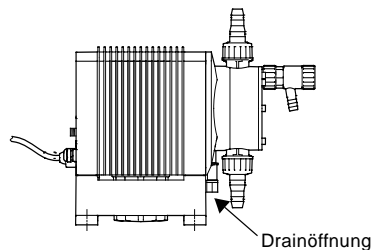

Abb. 1
- Es ist sicherzustellen, daß das Drainloch im Dosierkopf nach unten zeigt, siehe Abb. 1.